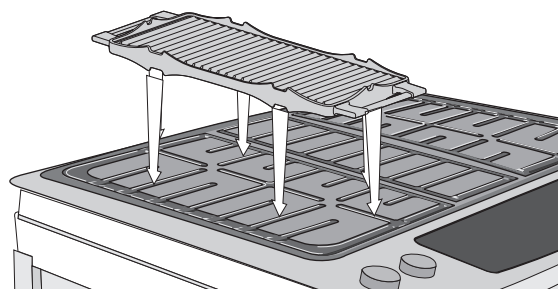

Figure 1
Lors de l'utilisation de la plaque à griller, les aliments doivent cuire directement sur celle-ci et cette dernière peut être utilisée d'un côté ou de l'autre. Elle a été conçue pour cette utilisation. N'utilisez pas d'ustensile sur la plaque à griller, ceci pourrait l'endommager. Pour installer la plaque à griller, assurez-vous que la grille du brûleur est bien en place et placez ensuite la plaque à griller en prenant soin d'aligner les encoches de cette dernière sur les doigts de la grille du brûleur (voir figure 1 pour le positionnement idéal).
- La grille du four inférieur doit toujours être en place lorsqu'un mode de cuisson ou de réchauffage est utilisé. Assurez-vous que les bords recourbés de la grille sont déposés dans le fond du tiroir (Figure 1). Ceci permet à l'air chaud de circuler entre le fond du tiroir et la nourriture placée sur la grille.